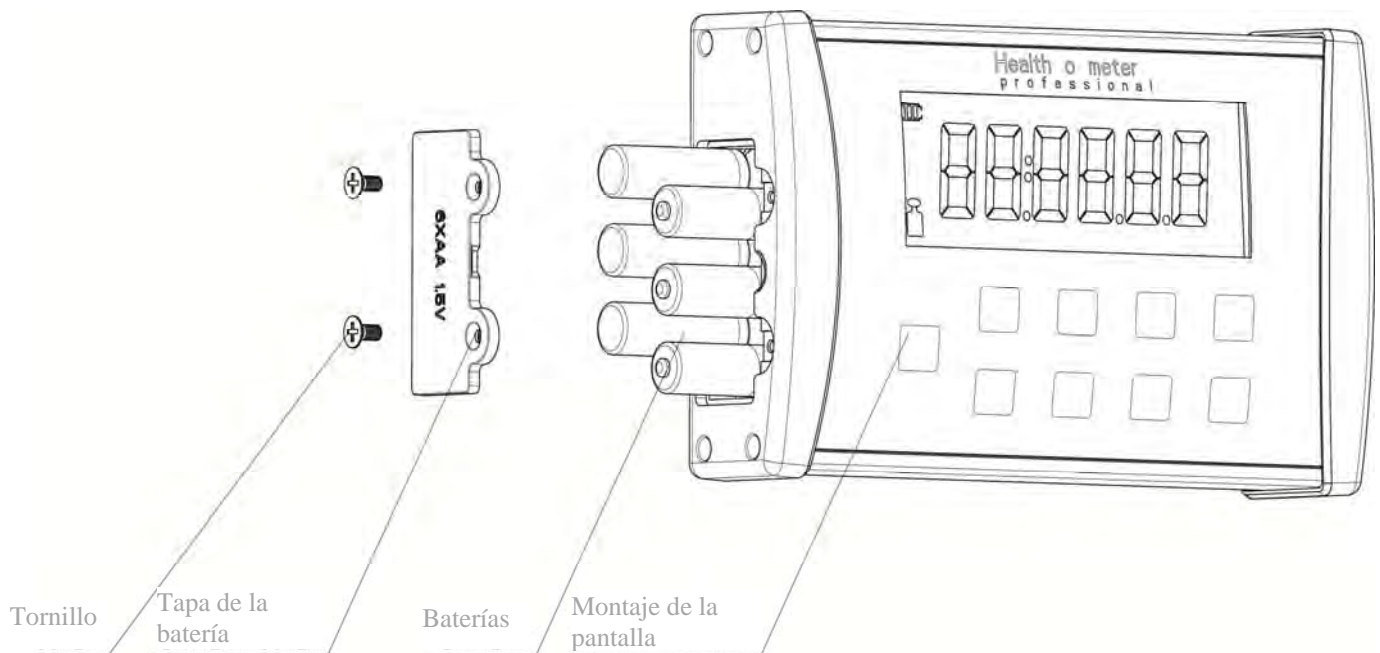

Figura 11
2. Retire la tapa de la sección de la batería que se encuentra a un costado de la sección superior de la pantalla retirando los (2) tornillos de la tapa (ver la figura 11).